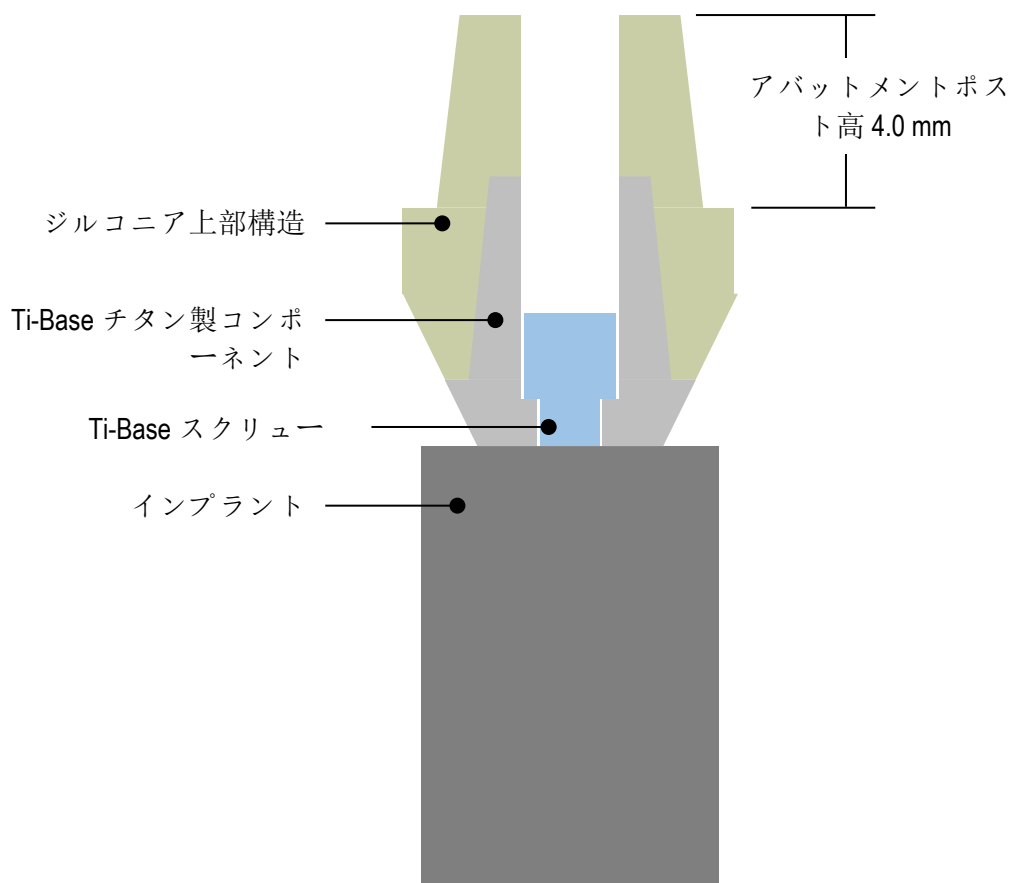

図 1 の構成： 以上（単一ユニット）。
- アバットメントポスト高：4.0 mm 以上（図 1 参照）